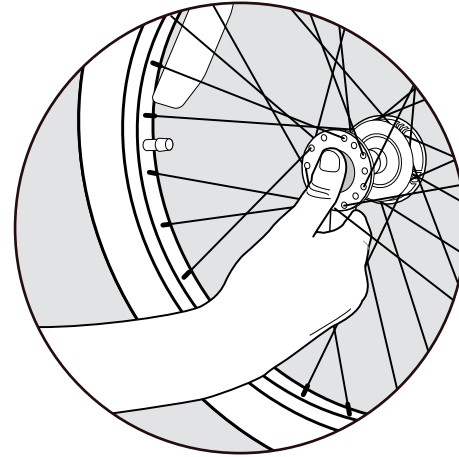

Figura 11
1. Presione el botón de goma situado en la parte externa del buje de la rueda (Figura 11).